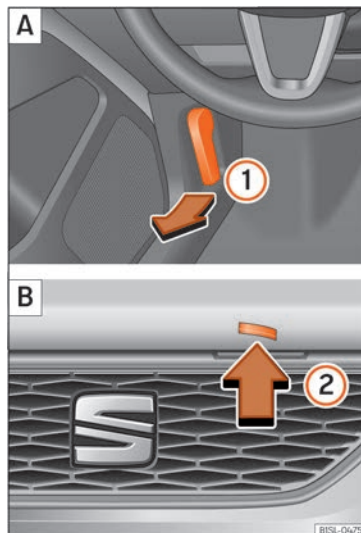

Abb. 159 **A**: Entriegelungshebel im Fußraum auf der Fahrerseite. **B**: Entriegelungshebel an der Motorraumklappe.
- Öffnen Sie die Tür und ziehen Sie an dem Hebel unterhalb der Instrumententafel »» **Abb. 159** ①.
- Motorraumklappe etwas anheben und gleichzeitig den Entriegelungshebel »» **Abb. 159** ② in Pfeilrichtung drücken, um die Motorraumklappe vollständig zu öffnen.